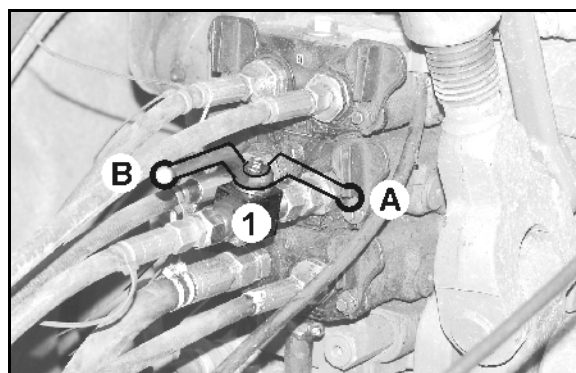

Рис. 41
2. Откройте шаровой кран (Рис. 41/1) (позиция В).